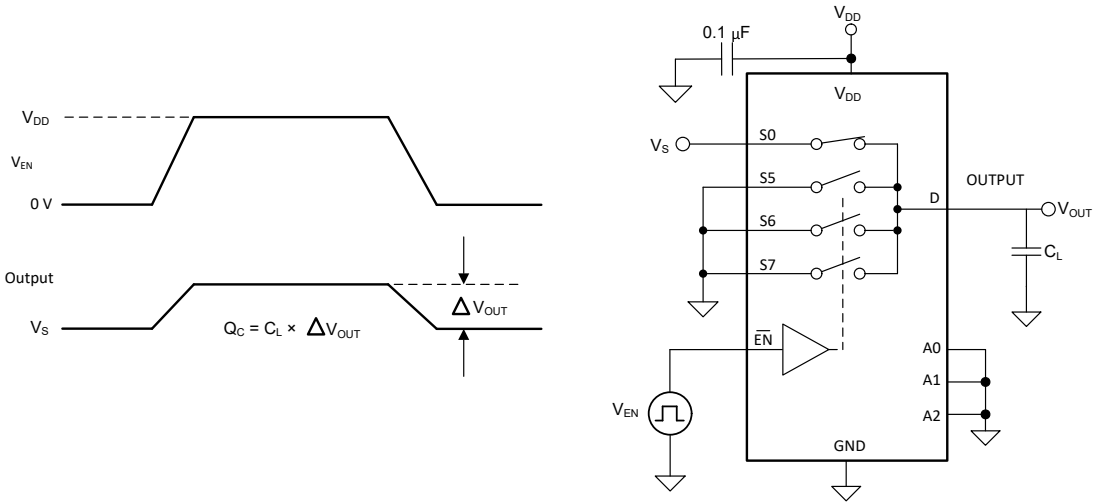

图 7-8. 电荷注入测量设置
NMOS 和 PMOS 晶体管之间电容的任何不匹配都会导致在栅极信号的下降沿或上升沿期间向漏极或源极注入电荷。注入器件源极或漏极的电荷量称为电荷注入，用符号 Q_C 表示。图 7-8 显示了用于测量从源极 (Sx) 到漏极 (D) 的电荷注入的设置。